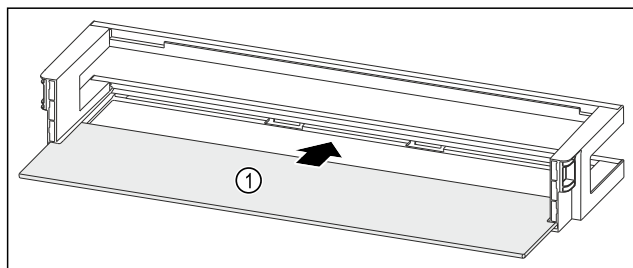

Fig. 66 Дверная полка со съемной полкой
- ▶ Вдвиньте съемную полку Fig. 66 (1) в боковые пазы.